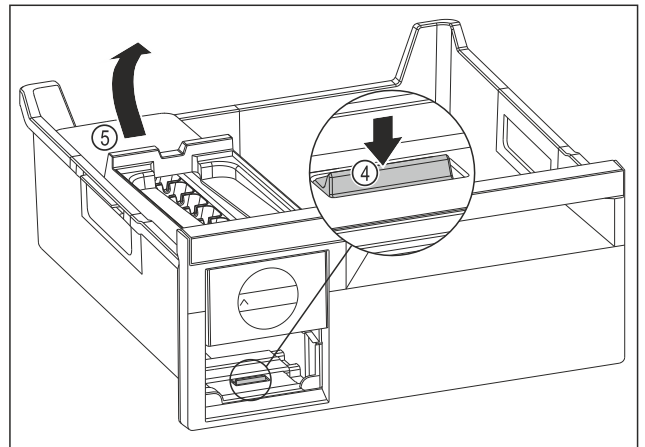

Fig. 106
- ▶ Retirer le corps de l'EasyTwist-Ice : Avec le doigt, pousser la languette Fig. 106 (4) vers le bas tout en soulevant de l'autre main le corps de l'EasyTwist-Ice Fig. 106 (5) depuis l'arrière.